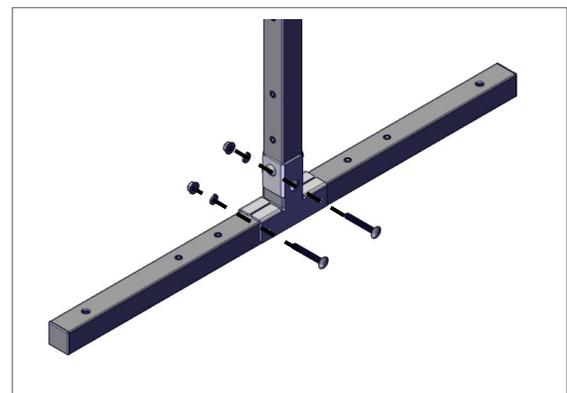

Fig. 5
3. Una el pie con la pata vertical utilizando dos (2) pernos de cabeza redonda, dos (2) arandelas de seguridad y dos (2) tuercas con arandela incorporada (Fig. 5). Repita este paso del otro lado.